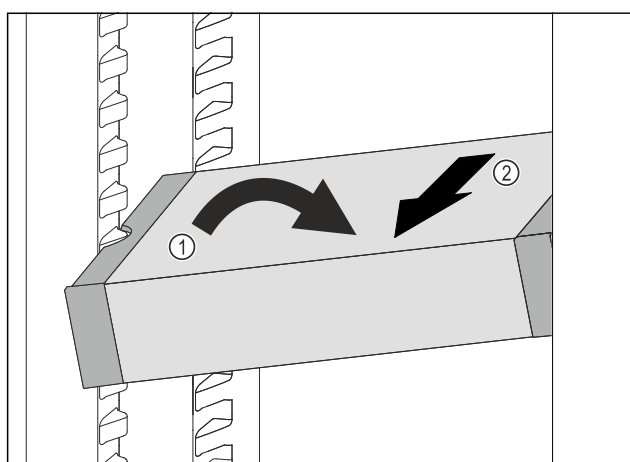

Fig. 180
- VarioSafe im Kühlteil schräg stellen. Fig. 180 (1)
- VarioSafe nach vorne entnehmen. Fig. 180 (2)